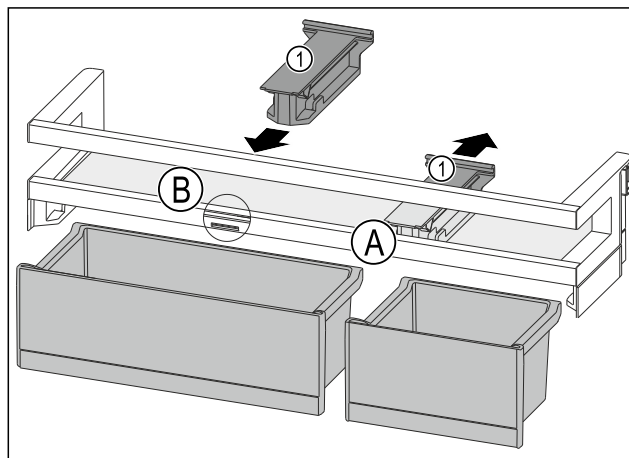

Fig. 172
- ▶ Desprindeți piesa de susținere Fig. 172 (1) din poziție Fig. 172 (A) spre spate.
- ▶ Introduceți piesa de susținere Fig. 172 (1) în poziție Fig. 172 (B).